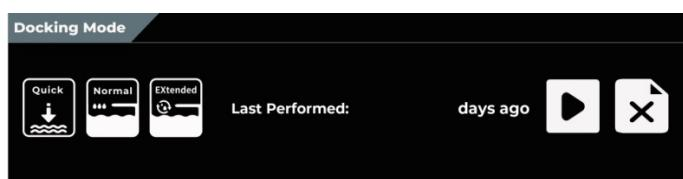

Figura 32 Acoplamiento inicial (pantalla de control secundaria)
2. Recolete el tubo del evacuador de humo con cualquier accesorio conectado hacia el filtro del evacuador de humo. Quitar el tubo y cualquier accesorio conectado del filtro del evacuador de humo (Figura 32).